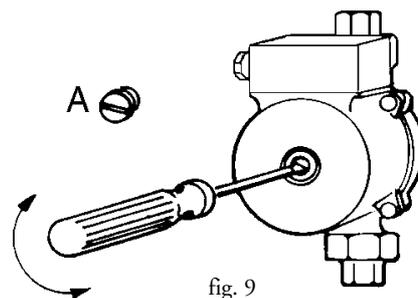

fig. 9
- Allentare il tappo A (fig. 9) e far fuoriuscire l'eventuale aria presente.
- Togliere il tappo A (fig. 9)